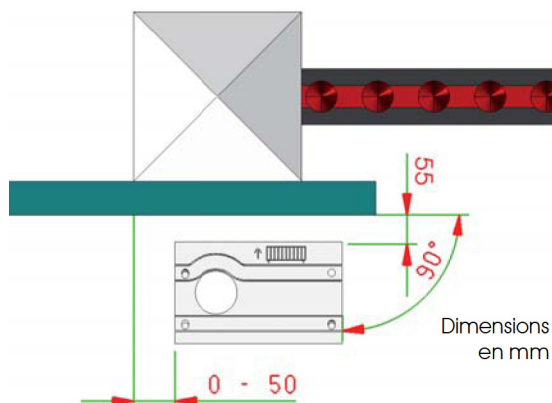

Fig. 6
2. La plaque de fondation doit être positionnée d'après la Fig. 5 (fermeture à droite) ou la Fig. 6 (fermeture à gauche) afin de garantir l'engrènement correct entre le pignon et